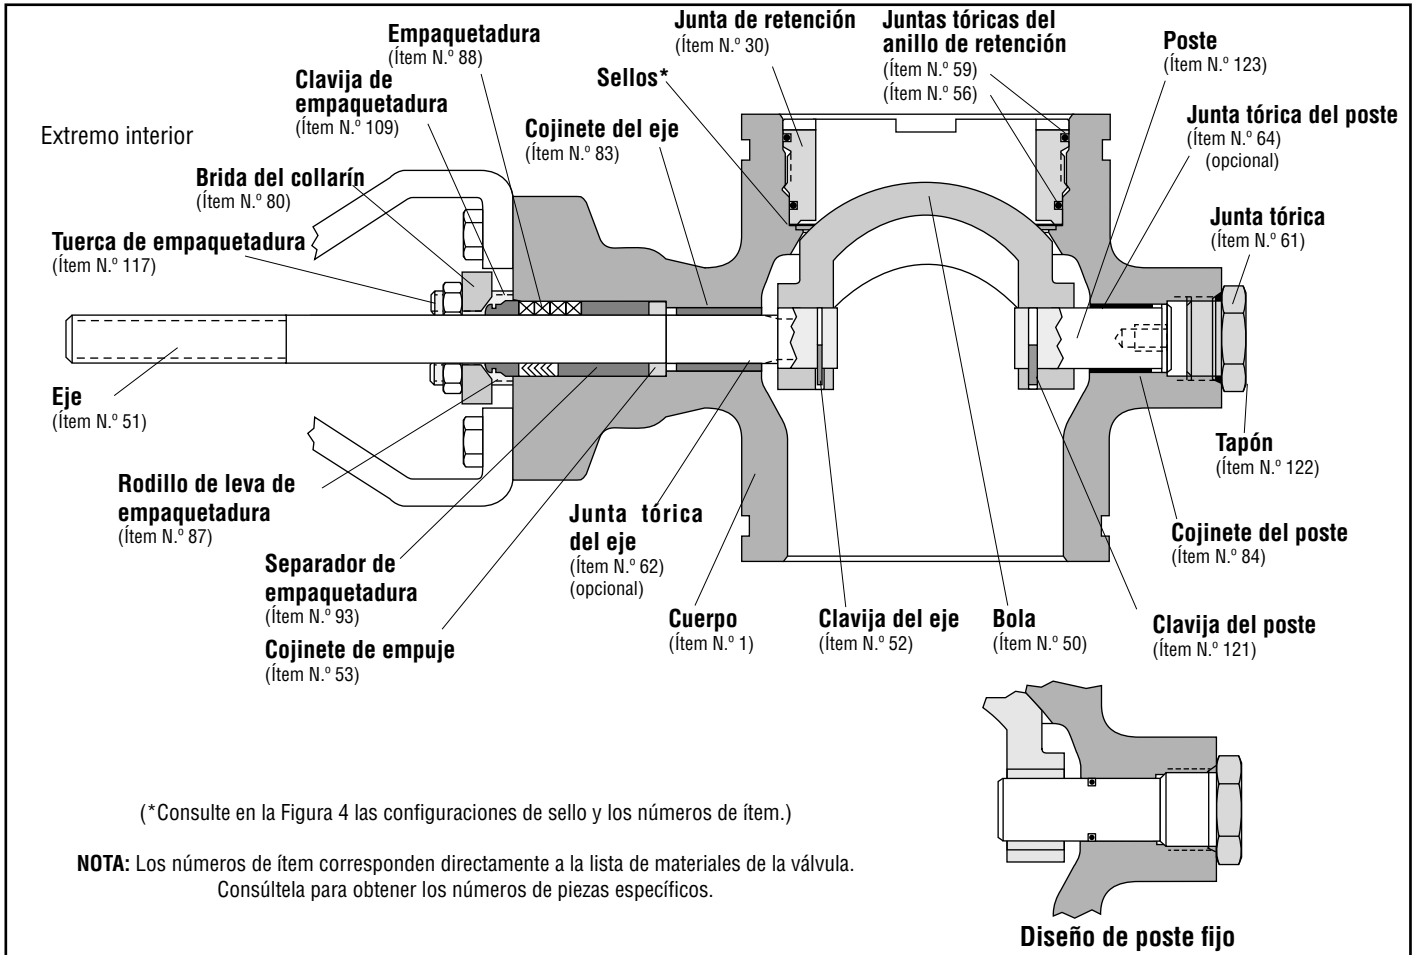

Figura 1: Montaje del cuerpo de 3 a 12 pulgadas y 16 pulgadas de ShearStream HP con diseño de poste rotativo
8.2.14 Con diseños con aros de retención atornillados, vuelva a colocar las juntas tóricas en el aro de retención (excepto en válvulas de alta temperatura, que no utilizan juntas tóricas). Consulte la Figura 1 o 2. Lubrique las roscas del aro de retención y los anillos y reinstale el aro de retención en el frente del cuerpo. Ajuste el aro de retención del sello de acuerdo con la Tabla III.